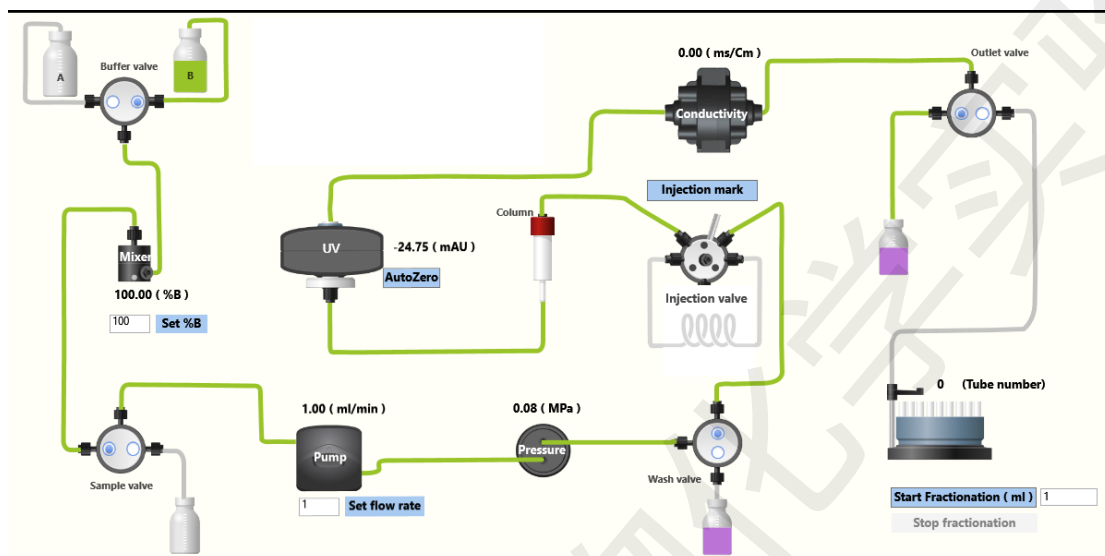

图 11 清洗流路 1
- 1) **暂停流速**，A、B 泵清洗后放入超纯水的试剂瓶中，在 1 mL/min 流速条件下，按图 11 设置流路，清洗系统 3 min。点击缓冲液阀切换为 A 泵，将收集器导管置于废液缸
- 3) 系统清洗结束后，更改流路经过层析柱（图 11），在运行 1 mL/min 流速的条件下拆卸层析柱。**先拆层析柱下端**，再拆层析柱上端，让液体从层析柱溢出后安装上端堵头，然后安装下端堵头。同时接柱位的管道也需连接好。**(拆卸层析柱前先咨询老师)**